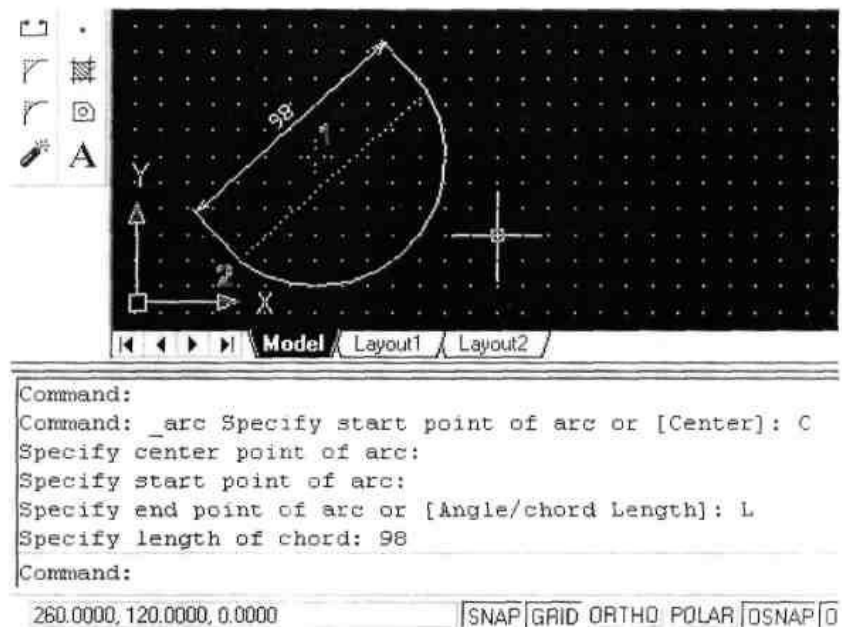

Рисунок 3.4 - Построение дуги с указанием центра, начальной точки и хорды
1. Используя соответствующий инструмент, постройте дуги всеми возможными способами (см. рисунок 3.4).